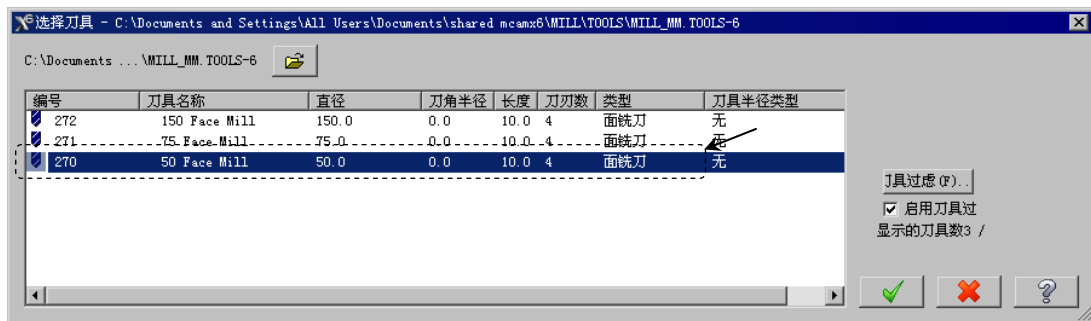

图 2.8 “选择刀具”对话框
Step5. 选择刀具。在“2D 刀具路径-平面铣削”对话框中单击 **选择刀库** 按钮，系统弹出“选择刀具”对话框，在该对话框的列表框中选择图 2.8 所示的刀具。单击 按钮，关闭“选择刀具”对话框，系统返回至“2D 刀具路径-平面铣削”对话框。